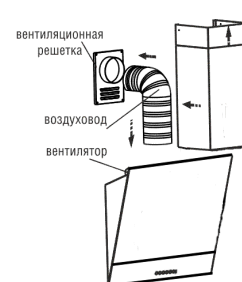
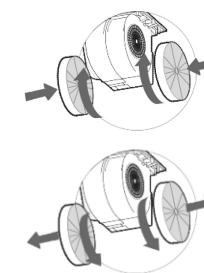

рис. 7
рис. 7A
6.2 В зависимости от режима эксплуатации кухонной вытяжки соедините вентилятор с вентиляционной решеткой воздуховодом (рис. 7) или установите на вентилятор угольные фильтры. Угольные фильтры устанавливаются на защитные решетки корпуса вентилятора путем легкого нажатия и поворота (рис.7A)
6.3 Установка комплекта из двух телескопических фальштруб (Рис.7):